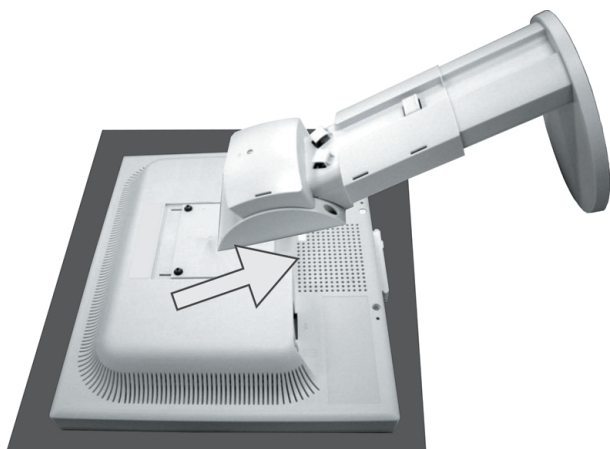

Abbildung S.3
5. Heben Sie den Fuß jetzt an, um die oberen Haken zu lösen, und entfernen Sie den Fuß (**Abbildung S.3**).